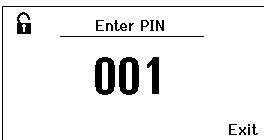
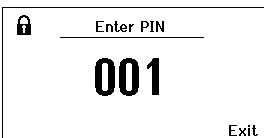

Fig. 26
Fig. 27
3. Ajustar o código de bloqueio de três algarismos (entre 001 e 999) através do botão de rodar e clicar (5) (ver Fig. 26).
4. Confirmar o valor através da tecla de introdução (6).
O bloqueio está activo (no visor aparece um cadeado (19), ver também Fig. 27).